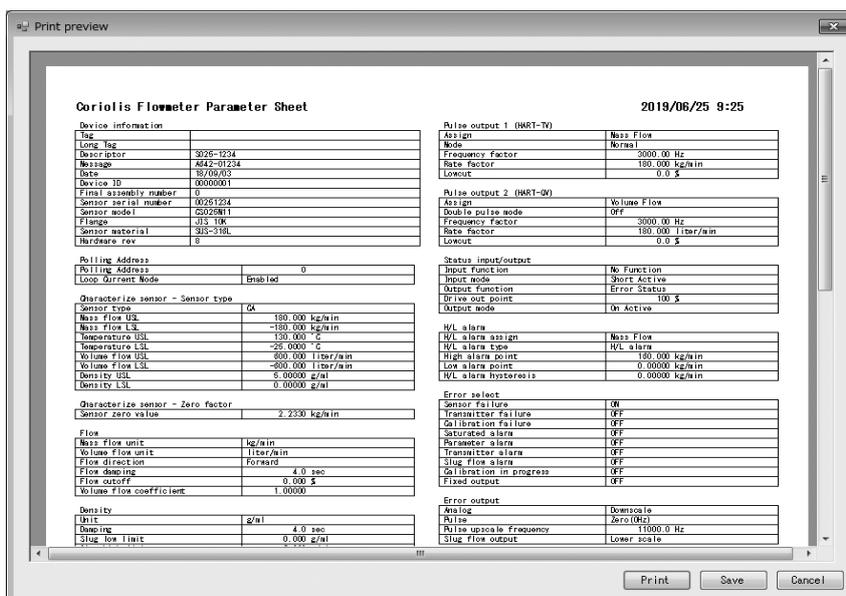

図180
- ④ 次のウィンドウ(図180)が表示されますので、ここで各種パラメータ値を確認し、印刷を行う場合は「Print」ボタンを、パラメータの保存をする場合は、「Save」ボタンをクリックしてください。